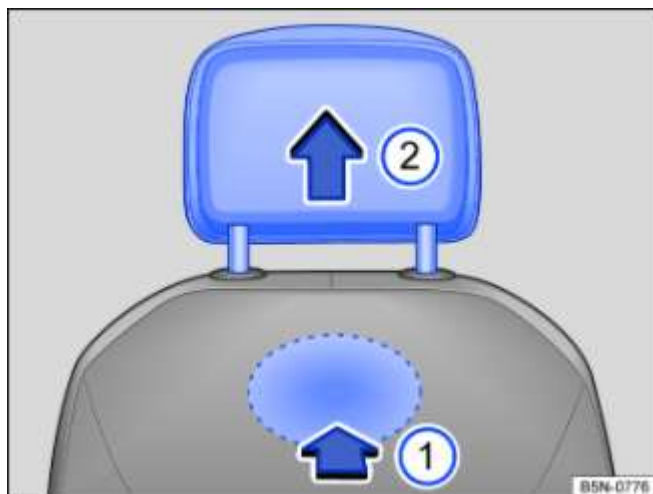

Fig. 76 Appuie-tête avant : dépose
- Pour le déverrouillage, recherchez avec les doigts, au dos de l'appuie-tête, le renforcement situé dans la zone repérée et appuyez dans le sens de la flèche → Fig. 76 ①.
- Retirez l'appuie-tête dans le sens de la flèche → Fig. 76 ②.